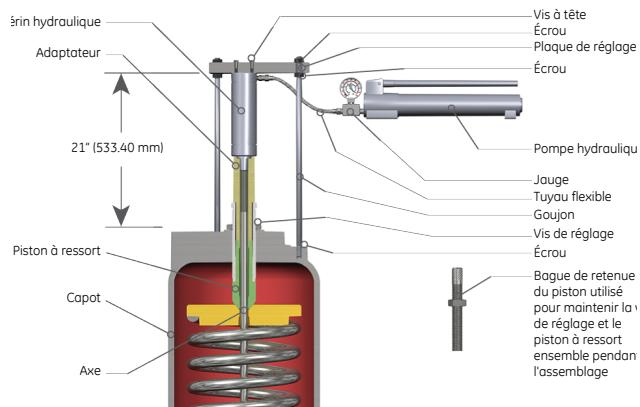

Figure 13 : Dispositif de réglage pour Orifices V et W
- À l'aide d'un micromètre de profondeur ou d'un pied à coulisse à cadran, mesurer la distance entre le sommet de l'axe (15) et la partie supérieure de la vis de réglage (19). Cela permet de réajuster la vis de réglage à environ la compression du ressort qui convient sans essais excessifs.
- Desserrer l'écrou de butée de la vis de réglage (20).
- Retirer la vis de réglage du capot (11). Lors du retrait de la vis de réglage, utiliser des pinces pour empêcher l'axe de tourner.
- Fixer le dispositif de paramétrage (voir Figure 13).